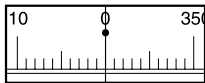

図 5.4
- 2) A 点を視準し、水平目盛盤窓⑫を見ながら水平目盛盤回転リング⑪を回して 0° に合わせます。(図 5.4)